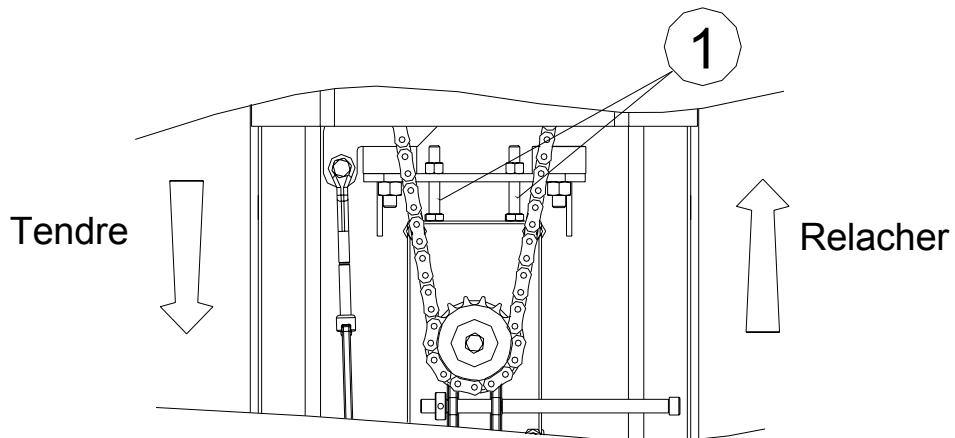

Fig. 12
La force de tension de la chaîne est régulée directement en fabrique, toutefois si vous notez que la chaîne est relâchée, régler la en agissant sur les vis (1) comme montré en suivant (Fig. 12).